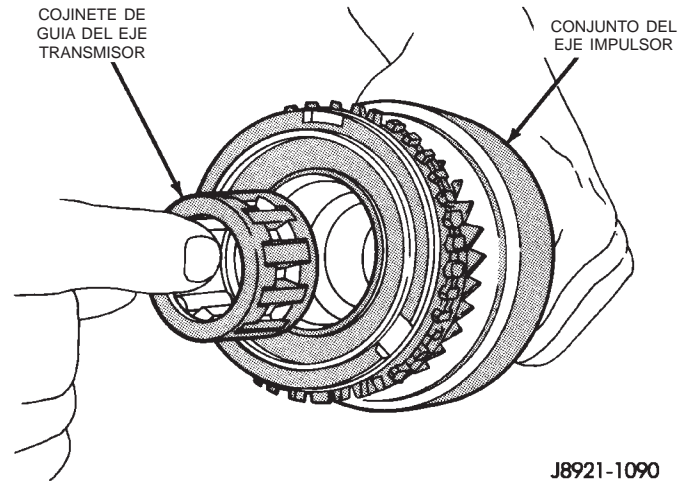

Fig. 107 Desmontaje del cojinete de guía del eje transmisor
(3) Retire del eje impulsor o transmisor el cojinete de guía del eje transmisor (Fig. 107).
- (5) Instale el cojinete de guía del eje transmisor en el hueco del eje impulsor (Fig. 107).
- (6) Instale el anillo sincronizador del engranaje de cuarta velocidad en el eje impulsor.
- (7) Instale el eje impulsor en el eje transmisor.